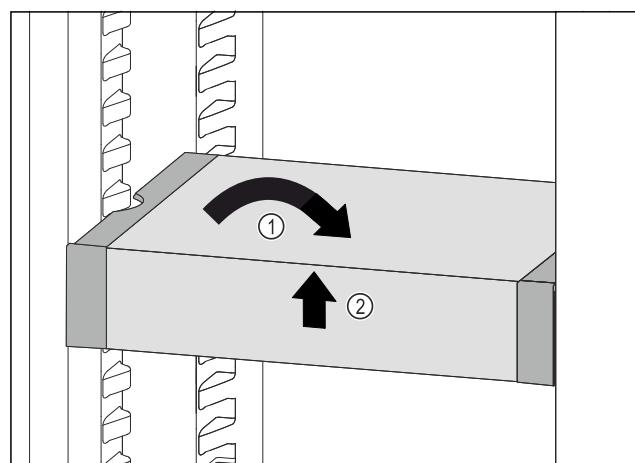

Fig. 110
- VarioSafe postavte rovně. Fig. 110 (1)
- VarioSafe vpředu zvedněte. Fig. 110 (2)